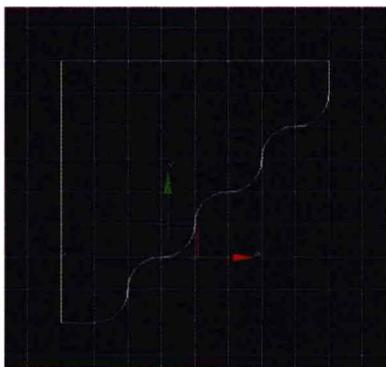

图 1-3
2. 回到【修改命令】面板，按下键盘数字“1”键进入点的编辑层级，框选要圆角的点，选择编辑器下的【圆角】按钮，将其放置在圆角的点上，当其出现时移动鼠标左键，即可产生圆角的效果，结果如图 1-3 所示。